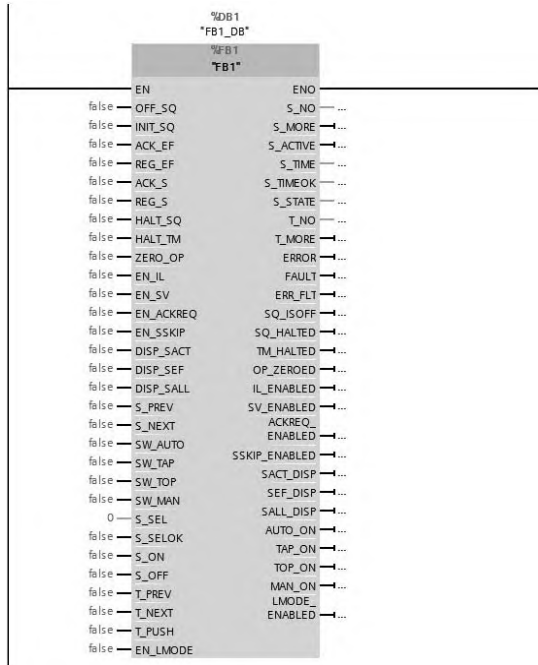

图 8-42 OB1 中的程序
⑤ 编写 OB1 中的程序。将函数块 FB1 拖拽到程序编辑区，编写程序如图 8-42 所示。
⑥ 运行仿真。